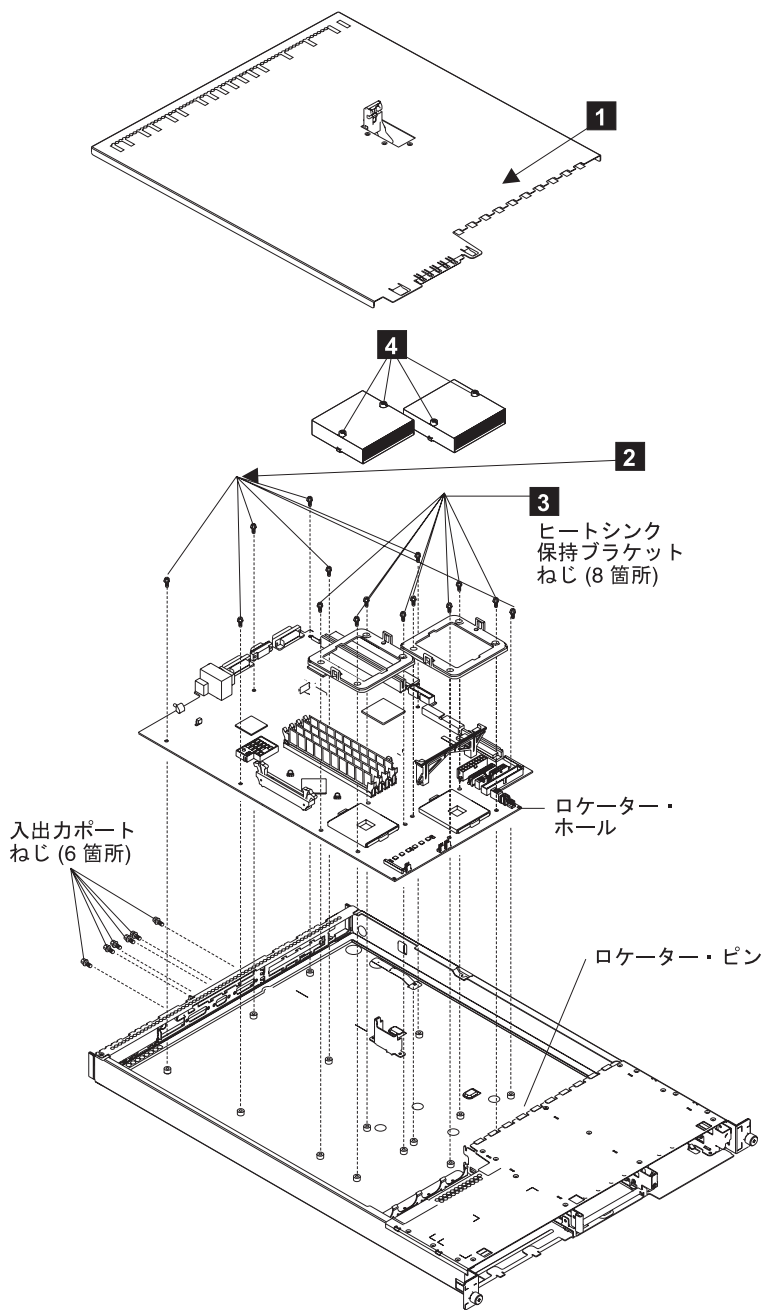

図 98. システム・ボードの交換
2. 7 個のねじ **2** を交換します。310 ページの図 98 を参照してください。
5. それぞれのヒートシンク保持ブラケット **3** のねじを交換します。310 ページの図 98 を参照してください。